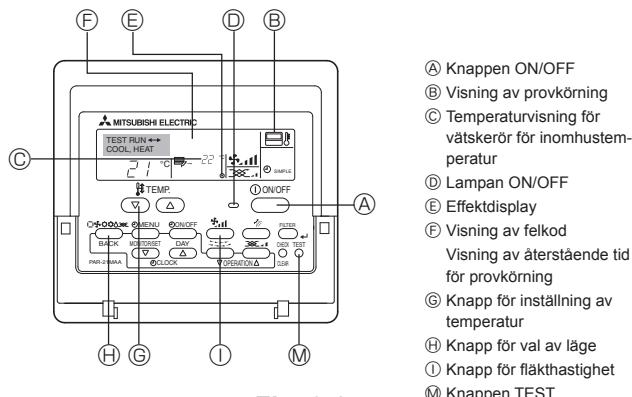

Fig. 9-2
9.2.2. Ledningsdragen fjärrkontroll (Fig. 9-2)
- ① Sätt på strömmen åtminstone 12 timmar före testkörsning.
- ② Tryck på knappen [TEST] två gånger. ➔ "TEST RUN" teckenfönster.
- ③ Tryck på knappen [Mode selection] (Driftväljare). ➔ Se till att luft blåses ut.
- ④ Tryck på knappen [Mode selection] (Driftväljare) och växla till kylningsläge (eller uppvärmlingsläge). ➔ Kontrollera att kall (eller varm) luft blåses ut.
- ⑤ Tryck på knappen [Fan speed] (Justering av fläkhastighet). ➔ Se till att lufthastigheten ändras.
- ⑥ Kontrollera att utomhusenhetens fläkt fungerar.
- ⑦ Återställ testkörsningen genom att trycka på knappen [ON/OFF]. ➔ Stopp
- ⑧ Registrera ett telefonnummer. Telefonnumret till verkstaden, säljkontoret, etc för en kontakt om ett fel uppstår kan läggas in i fjärrkontrollen. Telefonnumret visas om ett fel uppstår. För inställningsprocedurer, se i bruksanvisningen för inomhusenheten.